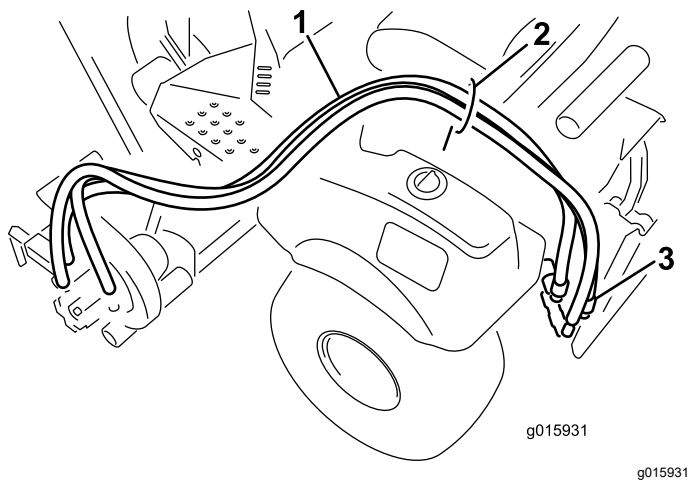

Bild 7
1. Verlegen Sie die Hydraulikschläuche durch die Schlauchführung zum Heck der Maschine (Bild 7).
2. Schließen Sie die Schläuche an den Remoteheckanschlüssen an (Bild 7).